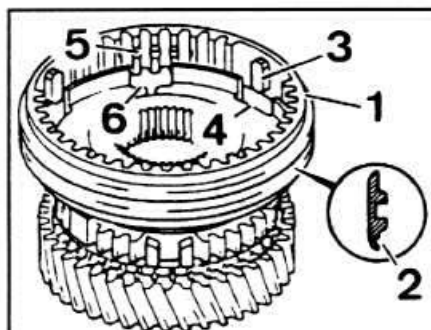

Рис. 6-12. Установка скользящей муфты синхронизатора I и II передач:
- В дальнейшем выполнить операции сборки, как указано для синхронизатора V передачи и передачи заднего хода (рис. 6-12).